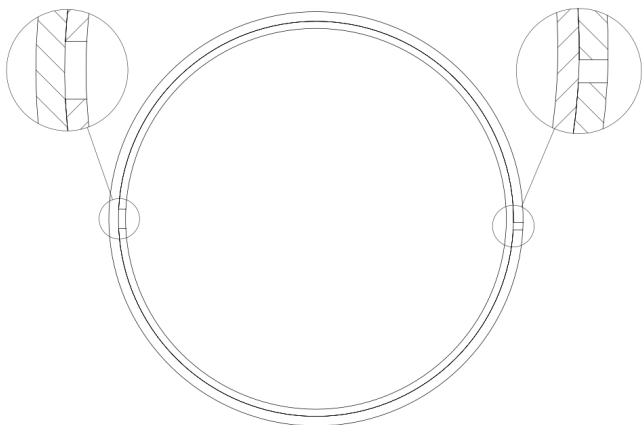

Рисунок 13 - Установка кольца поршня
3. Убедитесь в том, что прорезы колец расположены диаметрально противоположно (на 180 градусов друг от друга) - (см. Рисунок 13).